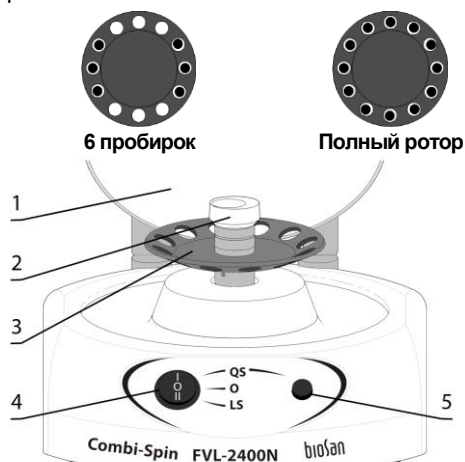

Рисунок 2. FVL-2400N
5.1.8. **Быстрое центрифугирование.** Откройте крышку (рис. 2/1). Вставьте пробирки в ротор, соблюдая равновесие. Закройте крышку. Переведите переключатель питания (рис. 2/4) в положение **I (QS)**. Нажмите и держите нажатой кнопку **QS** (рис. 2/5) для центрифугирования. После отпускания кнопки ротор останавливается. Переведите переключатель питания в положение **O** (выключено), откройте крышку и извлеките пробирки.
5.1.9. **Вортексирование.** Уберите все пробирки из ротора и закройте крышку. Переведите переключатель питания в положение **I (QS)**. Мягко держа пробирку за верх, прижмите низ пробирки к углублению головки вортекса (рис. 2/2). Для вортексирования, нажмите и держите нажатой кнопку **QS**. После отпускания кнопки ротор останавливается. Переведите переключатель питания в положение **O**.